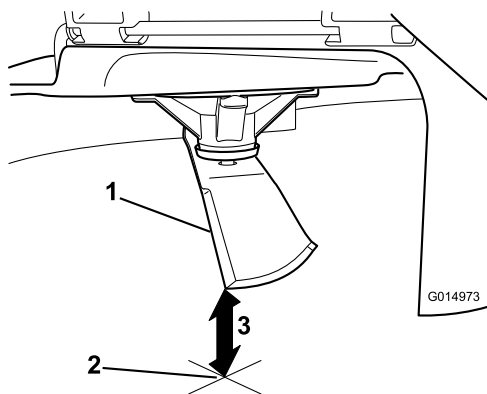

Figure 114
5. Mesurez la distance entre la pointe de la lame et la surface plane (Figure 114).